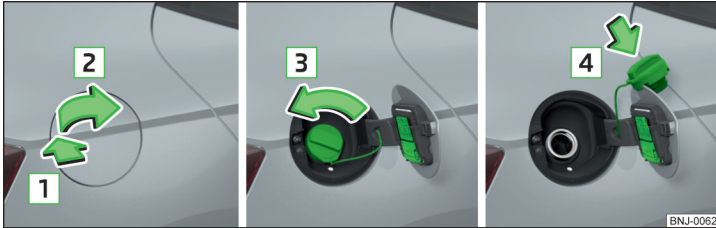

Abb. 261 Tankklappe aufklappen / Tankverschluss herausdrehen / Tankverschluss auf die Tankklappe stecken
- Auf die Tankklappe in Pfeilrichtung **1** drücken und diese in Pfeilrichtung **2** aufklappen » Abb. 261.